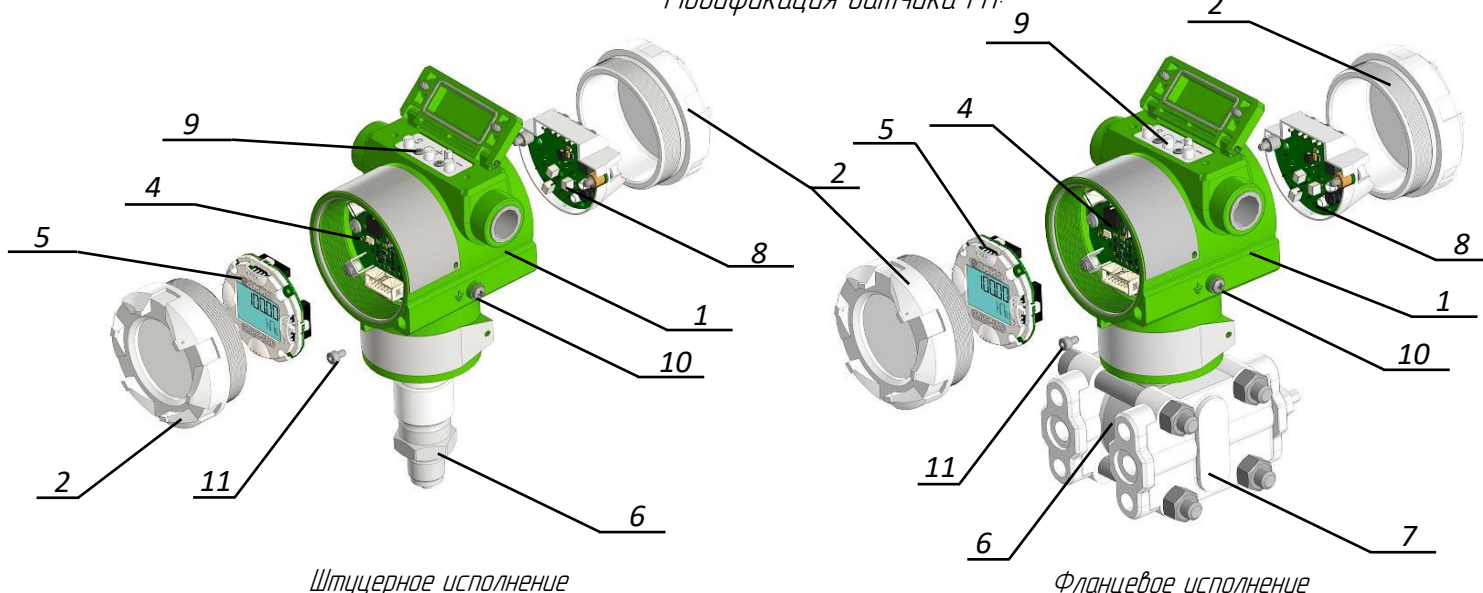

Рисунок 2 – Устройство датчиков давления
Датчик давления состоит из преобразователя давления и электронного блока (Рисунок 2). Корпус электронного блока (1) крепится на резьбовой части преобразователя давления (6). В электронном блоке размещены: электронная плата (4), крышки с уплотнениями (2), модуль ЖКИ (5), RFI фильтры (3), клеммная колодка (8), кнопки настройки датчика (9), винт наружного заземления корпуса (10), винты фиксации крышек корпуса (11). Над клеммной колодкой расположен винт обозначенный специальным знаком заземления, который может быть использован для подсоединения экрана при применении экранированного кабеля. Под секцией с модулем ЖКИ расположено отверстие для крепления таблички с позиционным обозначением.
- Зафиксировать крышку винтом фиксации крышки корпуса (11) (Рисунок 2).
Преобразователь давления (6) и фланцы (7) (Рисунок 2) в стандартном исполнении изготавливаются из нержавеющей стали 316L, также доступно исполнение, выполненное из Хастелоя HC-276. Материалы деталей, контактирующие с измеряемой средой, указаны в Таблицах 1.1-1.4.